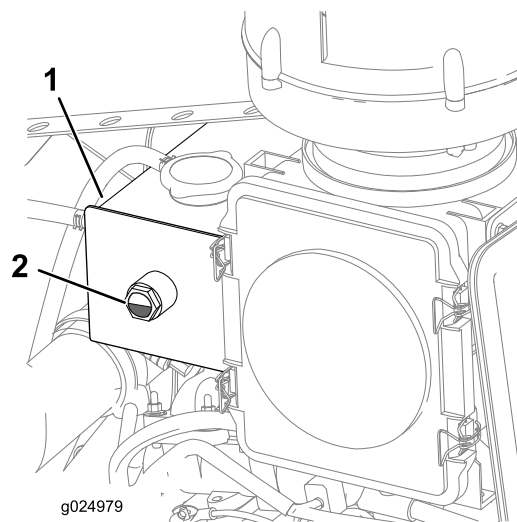

Bild 26
- Prüfen Sie den Kühlmittelstand im Behälter (Bild 26).
Hinweis: Stellen Sie sicher, dass der Kühlmittelstand 1/4 bis 3/4 am Schauglas liegt (Bild 26).